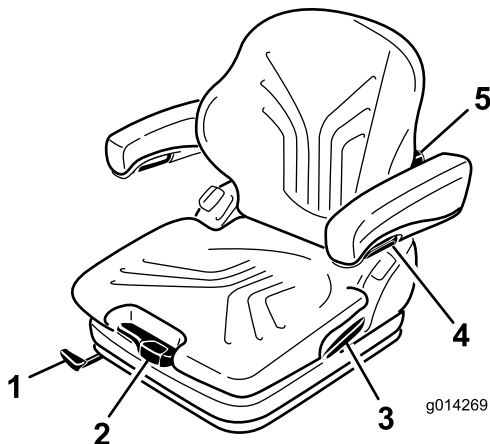

図 25
そして、体重調整レバーを使って、運転する人の体重に合わせます(図 25)。
1. 調整は、レバーを引き上げてシートのロックを解除して行います(図 25)。
調整ノブを上に戻すと背もたれの上部の湾曲の調整ができます。調整ノブを下に戻すと背もたれの下部の湾曲の調整ができます() 図 25。
アームレストの高さを調整するには、カバーについている丸いキャップ(図 25)を外し、裏側にある六角ナット(13 mm)をゆるめて高さを調整し、その位置でナットを締めつけます。ナットにキャップを取り付けます。
アームレストの角度はノブを回して調整します(図 25)。
ロックレバーを引いてバックレストキャッチを外します（図 25）。この時、背もたれにもたれかかるなどして力を掛けないようにしてください。